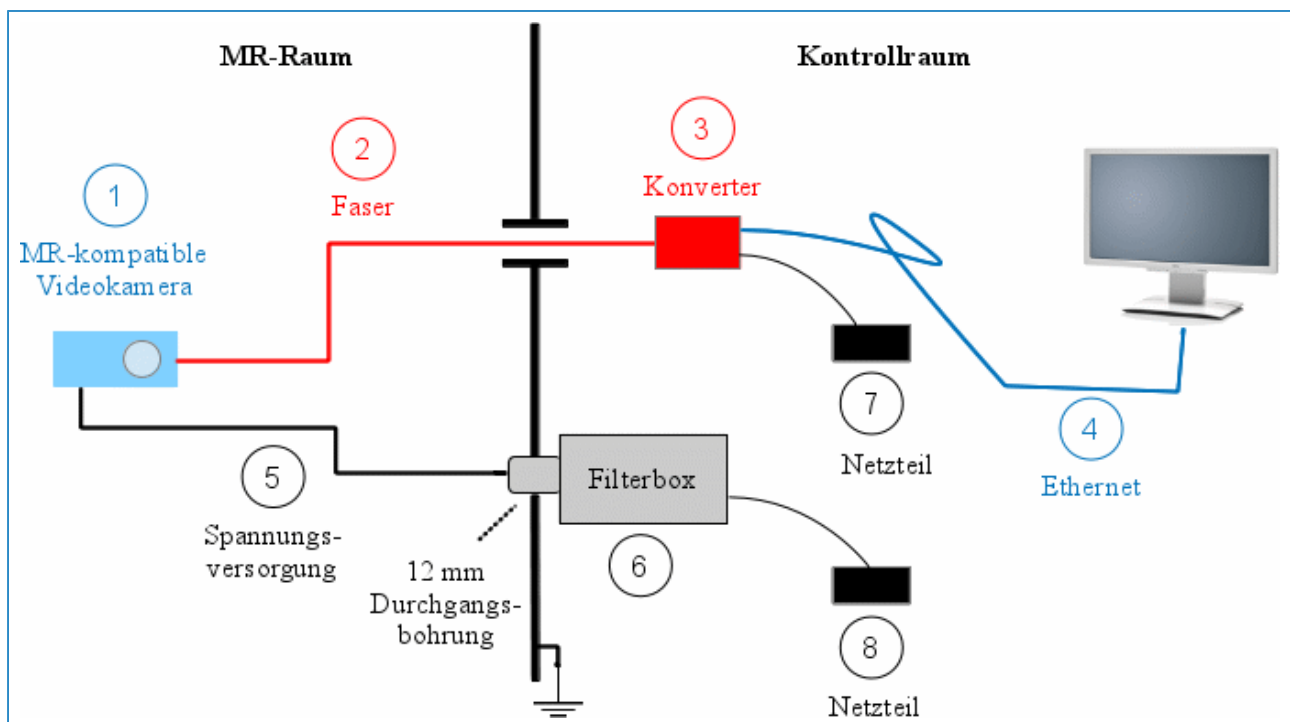

Abbildung 3: Überblick über die Komponenten im MR- und im Kontrollraum.
Die Installation des Kamerasystems ist recht einfach. Abbildung 3 zeigt eine typische Anordnung. Die Videosignale werden über ein faseroptisches Kabel (2) übertragen, und die Kamera wird über ein speziell abgeschirmtes Kabel (5) mit Spannung versorgt. Ein Konverter (3) wandelt die optischen Signale in das Gigabit Ethernet-Protokoll, das dann physikalisch auf einem gewöhnlichen Ethernet-Kabel (1000BaseT) (4) liegt.
Zur dauerhaften Installation sollte die Filterbox mit dem Durchgangs-**Stromanschluss** (siehe Abbildung 5) fest an das Filterpanel geschraubt werden. Abbildung 3 illustriert die empfohlene Anordnung: